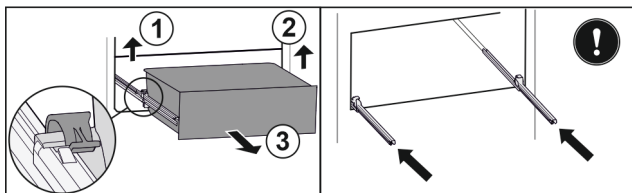

Fig. 170
- Sollevare il morsetto sinistro e allo stesso tempo tirare in avanti il cassetto sinistro. Fig. 170 (1)
- Sollevare il morsetto destro e allo stesso tempo tirare in avanti il cassetto destro. Fig. 170 (2)
- Rimuovere il cassetto tirandolo in avanti. Fig. 170 (3)